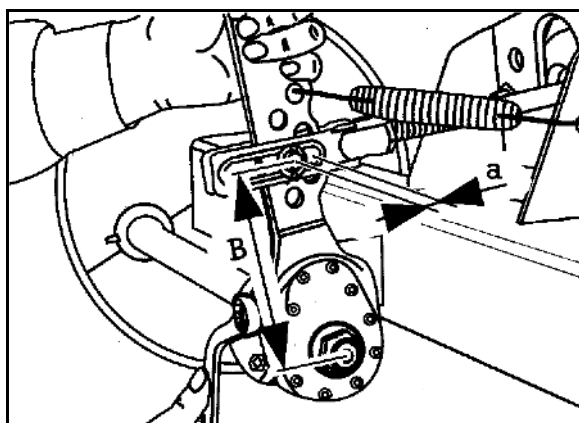

Fig. 80
1. Tryk lukkeanordningen (Fig. 80/1) på de to lasker sammen.
4. Tryk lukkeanordningen (Fig. 80/1) på de to lasker sammen.